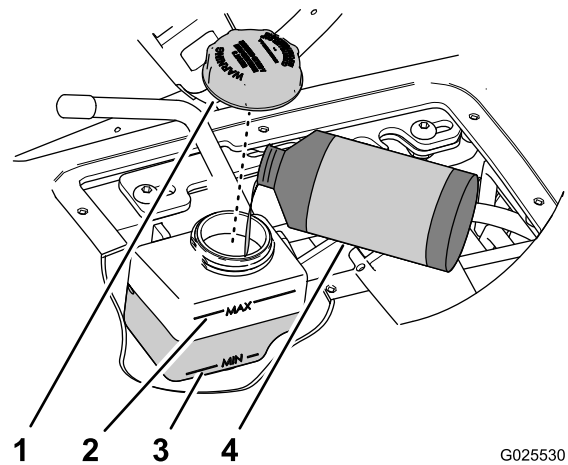

図 71
4. 速度コントロールシリンダのオイル溜めの油量を点検する(図 71)。
- A. タンクのキャップの周囲をきれいに拭く(図 71)。
- B. タンクからキャップを取る(図 71)。
- C. オイル溜めの側面についている Min マークと Max マークの間に油面がくるように、所定のオイルを補給する(図 71)。
- D. キャップを取り付けて手締めする(図 71)。